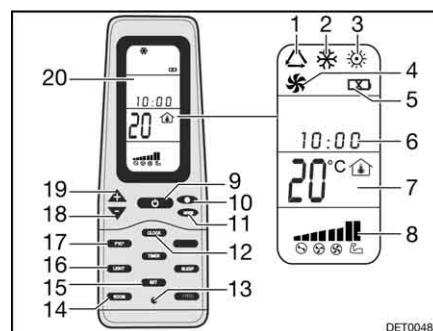

Bild 198 Fernbedienung
- Die Taste ON/OFF (Bild 198,9) drücken.
- Die Taste "Mode" (Bild 198,11) so oft drücken, bis die gewünschte Betriebsart (Bild 198,1, 2, 3 oder 4) auf dem Display (Bild 198,20) angezeigt wird.
- Mit den Tasten "+" (Bild 198,19) und "-" (Bild 198,18) die gewünschte Temperatur einstellen.
- Mit der Taste Lüftergeschwindigkeit (Bild 198,10) die gewünschte Lüfterstufe wählen.